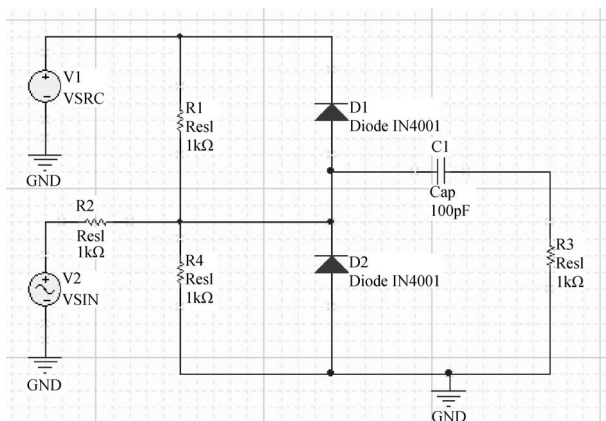

图 3-37 为电路中的元件和信号源分配唯一的标识符
(5) 按照给元器件分配标识符的方法,为电路中的元器件和信号源分配唯一的标识符。图 3-37 给出了分配完标识符后的原理图界面。